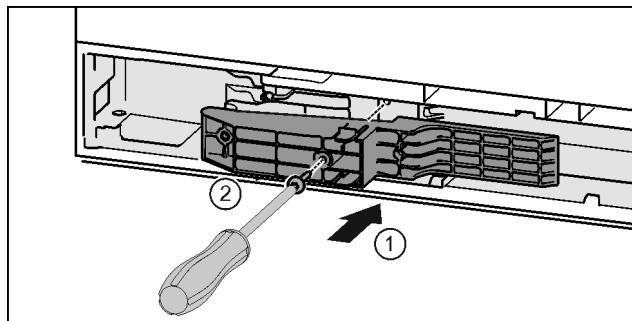

Fig. 44\*
- Adapterstück auf der Griffseite in die Aussparung einsetzen.\* Fig. 44 (1)
- Schrauben mit Schraubendreher T15 festschrauben.\* Fig. 44 (2)